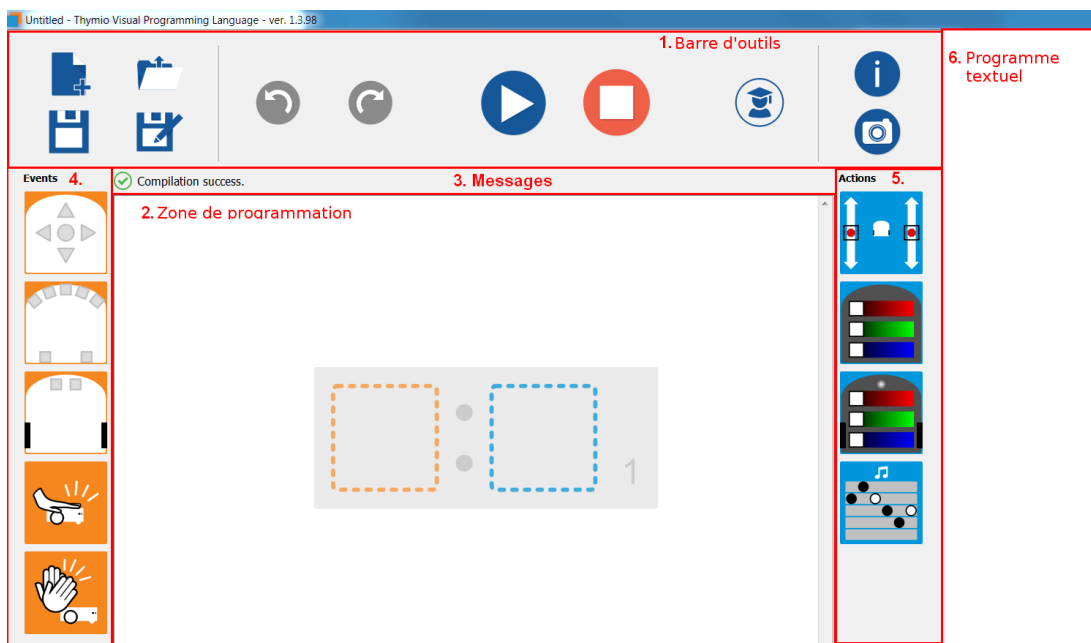

FIGURE 1.3 – La fenêtre de VPL
Pour placer un bloc dans le programme depuis une des colonnes (zones 4 et 5 de Figure 1.3), cliquez puis gardez enfoncé le bouton gauche de la souris. Glissez ensuite le bloc jusqu'à un carré traitillé. Lorsque le bloc est au-dessus du carré, relâchez le bouton de la souris pour déposer le bloc à sa place.
- Si les événements sont absolument identiques dans plusieurs paires, VPL vous indiquera qu'il y a une erreur (zone 3 dans la Figure 1.3). Vous ne pourrez pas lancer le programme tant qu'il y a des erreurs.